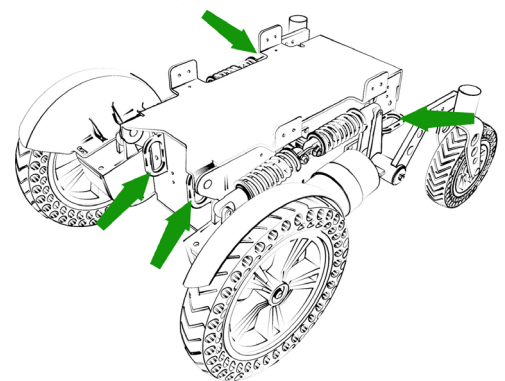

Abb. 7.1
Elektrollstühle sind sehr schwer und lassen sich nicht leicht heben. Verwenden Sie daher geeignete Rampen, um den Stuhl in und aus dem Fahrzeug zu fahren. Sobald sich der Rollstuhl im Fahrzeug befindet, muss er an den dafür vorgesehenen Befestigungspunkten mit einem nach ISO 10542 zertifizierten Befestigungssystem gesichert werden (Abb. 7.1), das für das gesamte Rollstuhlgewicht konzipiert ist.
- Alle 4 Befestigungspunkte müssen verwendet werden (Abb. 7.1).